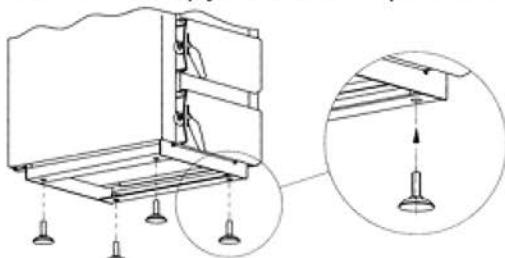

Рис. 4. Горизонтальне встановлення котла
A. Котел разом з теплообмінником встановити на негорючій основі, використовуючи теплоізолюючу плиту більшу принаймні по 2 см на сторону від бази котла. Якщо котел розміщений у підвалі, радимо поставити його на підмурівок висотою 5-10 см. Для горизонтального розміщення котла служать 4 ніжки, які можна вкрутити в отвори в основі котла (Рис.4).